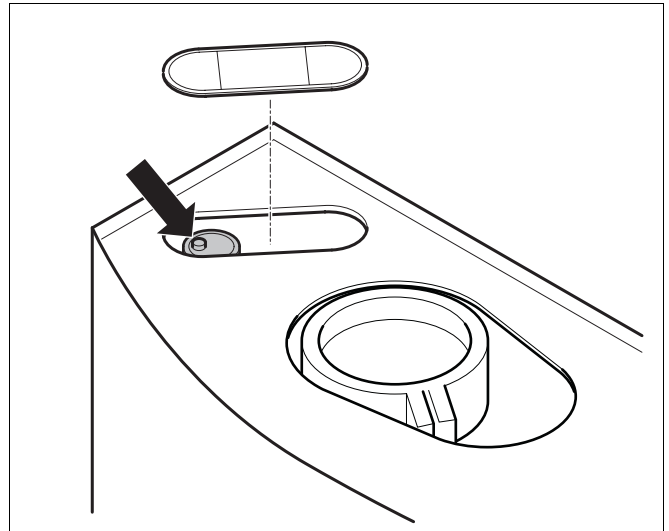

Fig. 16 Disaerazione automatica
- Rimuovere la copertura e avvitare di un giro la calotta di protezione del disaeratore automatico (fig. 16).